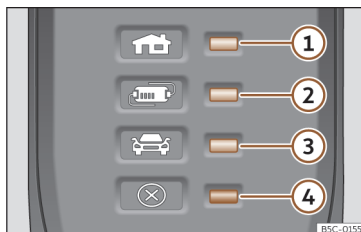

Fig. 66 No cabo de carregamento para tomadas de corrente: Luzes de controlo do dispositivo de proteção.
>>> **Fig. 66:**
>>> **Fig. 66** faz com que o conector de carregamento permaneça sem corrente até se ligar na tomada de carregamento do veículo.
Uma ou várias luzes de controlo >>> **Fig. 66**
Indicação >>> Fig. 66	Significado
①, ④ piscam	O conector para a habitação aqueceu muito.
②, ④ piscam	O dispositivo de proteção foi aquecido muito.
Se o processo de carregamento continuar com uma corrente inferior, além do indicador de funcionamento, pisca a luz de advertência >>> Fig. 66 ④ a vermelho.
- Se voltar a ocorrer um desligamento ou redução da corrente de carregamento e a causa não parece ser a exposição a uma fonte de calor externa, observe que luz de controlo verde pisca >>> Fig. 66. Para a verificação do cabo de carregamento, dirija-se a um concessionário especializado CUPRA ou a qualquer concessionário da rede SEAT. Para a verificação da ligação da infraestrutura, dirija-se a um estabelecimento especializado em instalações elétricas.
Se a luz de advertência ④ vermelha piscar ou acender sem que se acenda por sua vez de forma permanente uma luz de controlo >>> Fig. 66 ①, ② ou ③ o indicador de funcionamento, há uma avaria.